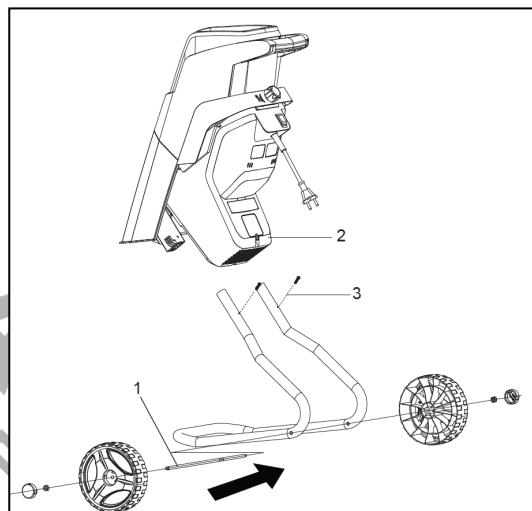

Fig. 1
1. Introduceți axul roții (Fig. 1 - 1) prin găurile inferioare ale suportului.
1. Introduceți cele două capete ale ansamblului suportului în partea inferioară a carcasei tocătorului (Fig. 1 - 2).
2. Aliniați găurile și fixați cele două șuruburi de pe ambele părți ale suportului (Fig. 1 - 3).